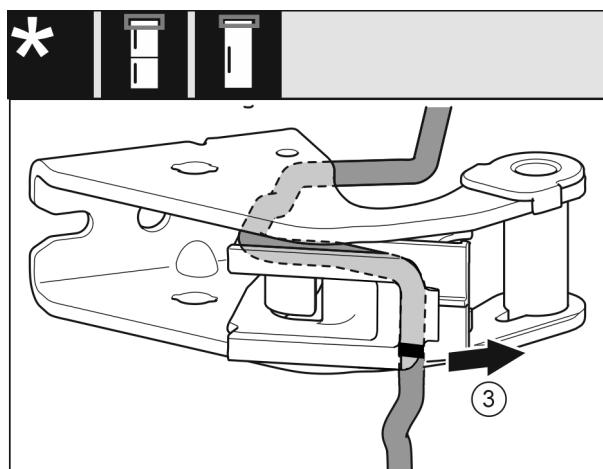

Fig. 29
- Kabel mit der Kabelhalterung Fig. 29 (3) vom Lagerbock demontieren.